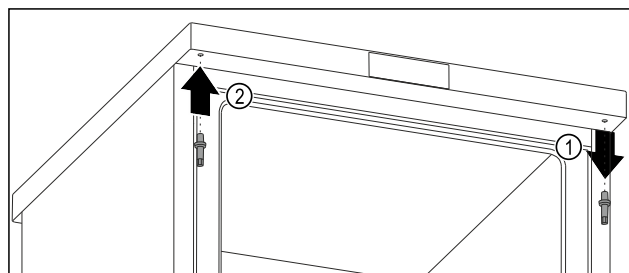

Fig. 14
- Extrageți prin rotire bolțul superior cu cheia cu hexagon exterior. Fig. 14 (1)
- Înșurubați ferm bolțul pe partea opusă cu cheia cu hexagon exterior. Fig. 14 (2)